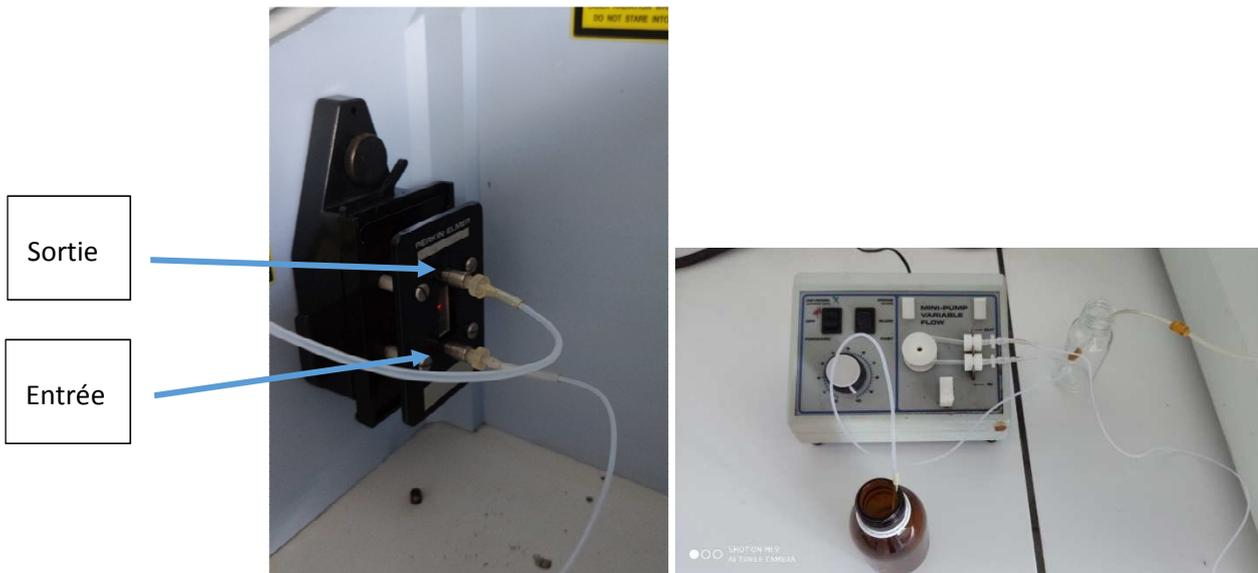

Figure 5 Cellule pour liquide et sa pompe péristaltique
- La pompe envoie le liquide à analyser vers l'entrée de la cellule (figure 5). Le liquide monte entre les 2 plaques de verre en formant un film puis ressort via la sortie (figure 5) vers un récipient poubelle. Une fois un film de liquide uniforme, la pompe est arrêtée pour permettre l'analyse.